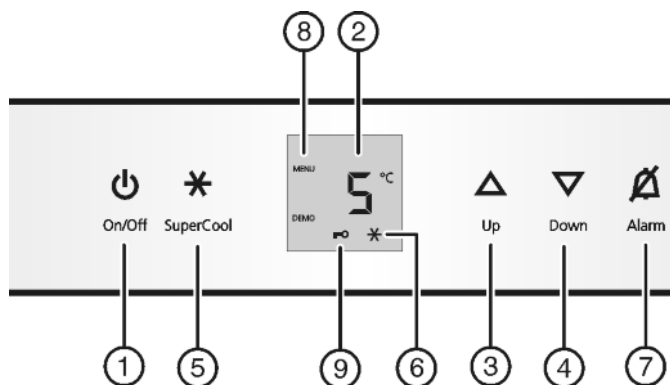

Fig. 2
- ▶ Stiskněte tlačítko On/Off Fig. 2 (1).
- ▶ Aktivace režimu nastavování: Stiskněte tlačítko SuperCool Fig. 2 (5) asi na 5 sekund.
- ▷ Symbol Menu Fig. 2 (8) svítí.
- ▶ Pro zapnutí dětské pojistky krátce stiskněte tlačítko SuperCool Fig. 2 (5).
- ▶ Pro vypnutí dětské pojistky krátce stiskněte tlačítko SuperCool *Fig. 2 (5)*.
- ▷ Symbol dětské pojistky *Fig. 2 (9)* svítí. Na displeji bliká **c**.
- ▷ Symbol dětské pojistky *Fig. 2 (9)* zhasne. Na displeji bliká **c**.
- ▶ Ukončení režimu nastavení: Stiskněte tlačítko On/Off *Fig. 2 (1)*.
- ▶ Stiskněte tlačítko Alarm *Fig. 2 (7)*.
- ▶ Nastavení vyšší teploty: Stiskněte seřizovací tlačítko Up *Fig. 2 (3)*.
- ▶ Nastavení nižší teploty: Stiskněte seřizovací tlačítko Down *Fig. 2 (4)*.
- ▶ Krátce stiskněte tlačítko SuperCool *Fig. 2 (5)*.
- ▷ Symbol SuperCool *Fig. 2 (6)* na ukazateli svítí.
- ▷ Symbol SuperCool *Fig. 2 (6)* na ukazateli zhasne.